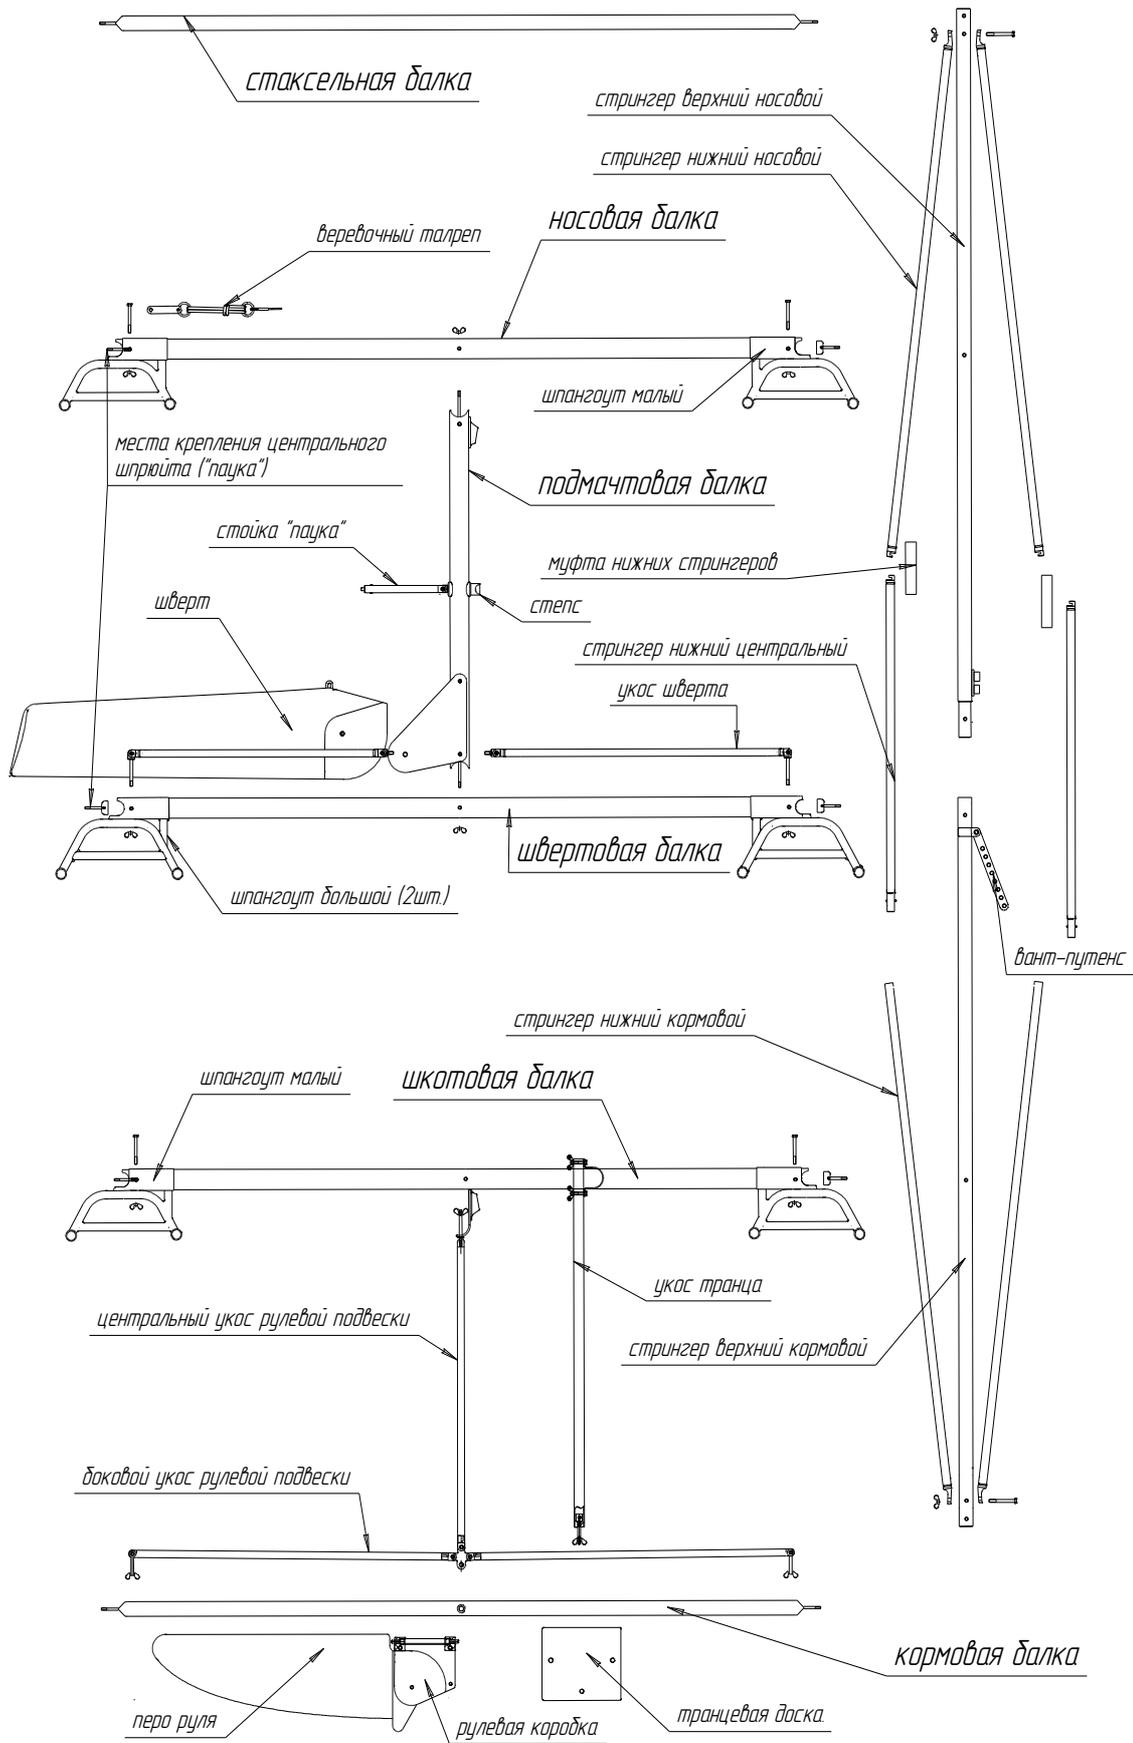
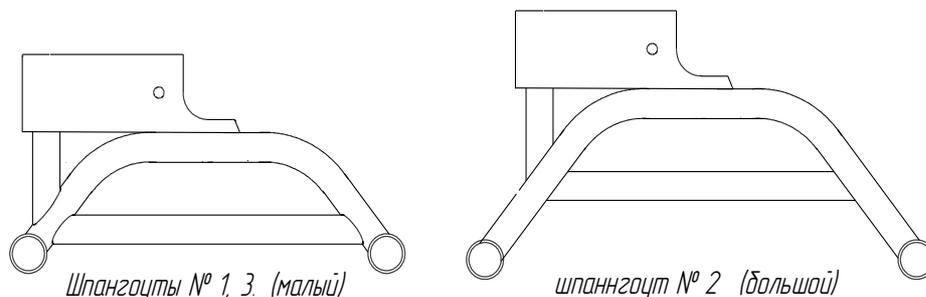
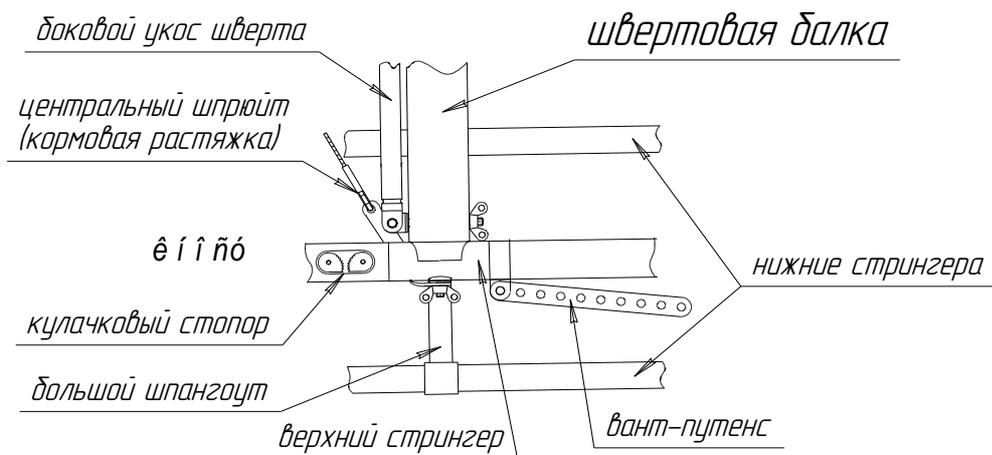

Рис.3. Примерное расположение элементов конструкции катамарана перед началом сборки.
рис.4. Шпангоуты.
рис.5. Узел швертовой балки (вид сверху).
Примерное расположение элементов конструкции перед началом сборки катамарана показано на рис.3.
2. Наденьте на носовую балку малые шпангоуты (рис.4.) и зафиксируйте их болтами (M8x75) с гайкой-барашком. Внимание! При этом на фиксирующие болты внутри балки необходимо надеть откидные болты (рис.3.).
5. Наденьте большие шпангоуты (рис.4.) на швертовую балку ветвями вверх. Зафиксируйте шпангоуты на швертовой балке рым-болтами, заклепанными в укосы шверта. Укос шверта должен располагаться впереди швертовой балки (рис.5.). На рым-болты внутри балки необходимо надеть откидные болты.
- а) Кормовые растяжки шпрюйта заведите под верхними стрингерами и оденьте на откидные болты, крепящие стрингера к швертовой балке. Зафиксируйте соединение гайками-барашками (рис.5.).